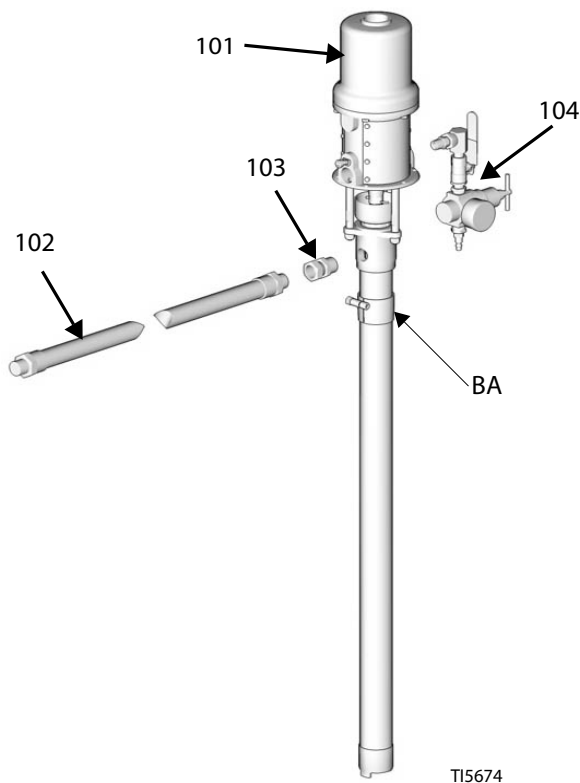

Рис. 2. Насос подачи
- a. См. Рис. 2. Установите насос подачи (101) в бочку и закрепите его переходником для шпунта (BA).
- b. Установите комплект управления подачей воздуха (104).
- c. Ввинтите вертлюжное соединение (103) в выпускное отверстие для жидкости на насосе. Подсоедините шланг (102) к вертлюгу. Подсоедините другой конец шланга к дозатору.